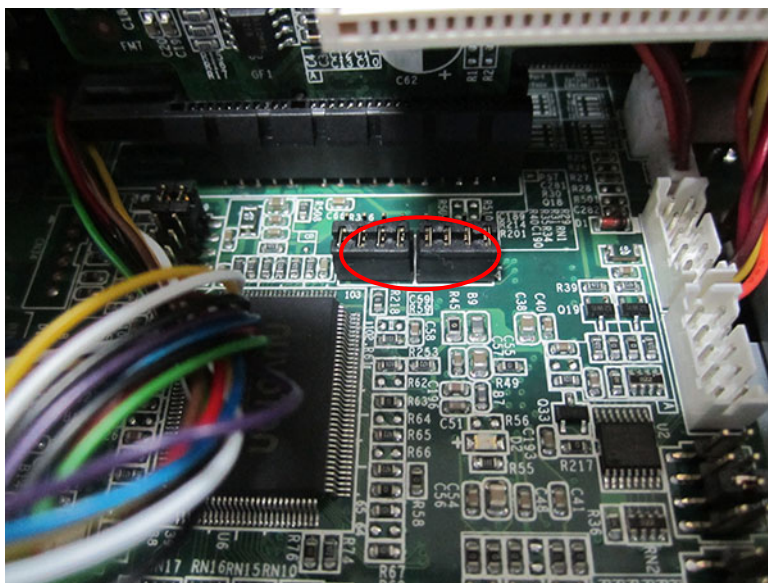

图 3.6:
2. 将外围端口设置为 COM5，如图 3.6 所示。
- a. 将 JP1 与 JP2 设置如图 3.6 所示（此设置将使触摸屏的控制源变为 USB，系统需要重新安装触摸屏驱动）。